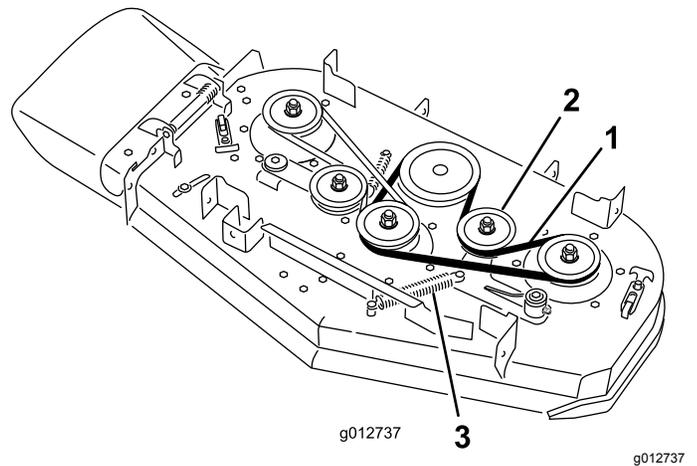

図 65
C. デッキプーリ、クラッチプーリ、およびアイドルプーリに新しいベルトを掛け回す 図 65。
- A. アイドラプーリのアームについているアンカーポストからスプリングを取り外す 図 65。
- B. ベルトを取り外す 図 65。